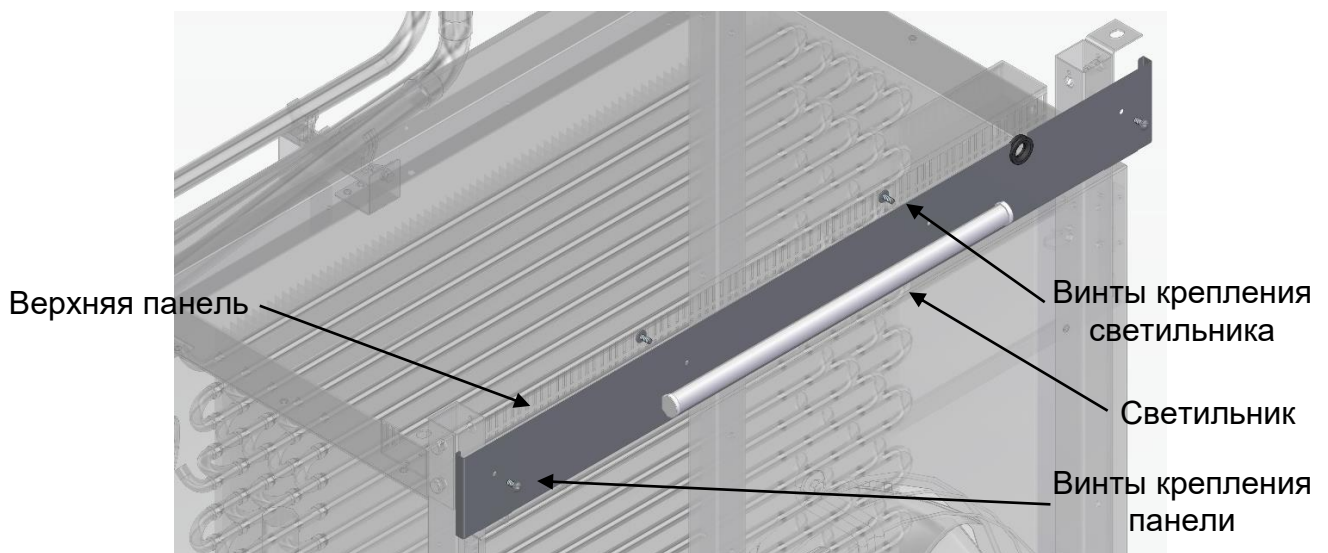

Рис. 30 Замена светильника камеры
- с обратной стороны панели выкрутите два винта и демонтируйте светильник с верхней панели (рис. 30);